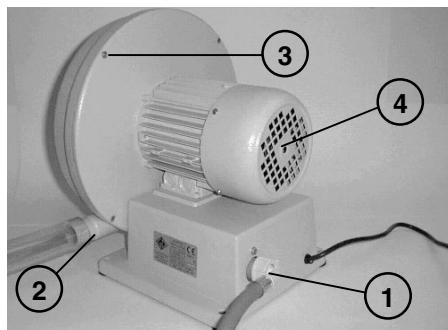
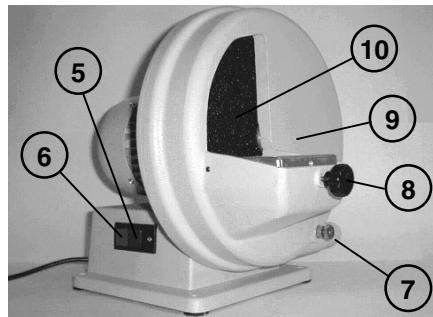

Fig. 1
Fig. 2
- a) el tubo de alimentación del agua en la respectiva boca roscada (1 de Fig. 1) situada en la parte trasera del aparato (sólo modelo TRIM-1);
- b) el tubo de descarga del agua residual en la respectiva embocadura (2 de fig. 1) (sólo modelo TRIM-1), disponiendo el otro extremo en la entrada de una cuba de decantación, o bien,
- c) el sistema de aspiración previsto (se aconseja el uso del aspirador AIR-BOX DE GIORGI) en la respectiva embocadura (2 de fig. 1) (sólo modelo TRIM ECO DISK).
El funcionamiento del aparato se obtiene oprimiendo el pulsador "I" (5 de Fig. 2).
Se recuerda que, después de cada uso, el aparato debe ser dispuesto en OFF, oprimiendo el pulsador "O" (6 de Fig. 2).
El aparato está destinado a uso en talleres de técnicos dentales. El plato (9 de Fig. 2) sirve de apoyo para la pieza a trabajar; puede ser inclinado en tres posiciones ($90^\circ \pm 10^\circ$) utilizando uno de tres agujeros en que apretar el respectivo mando (8 de Fig. 2).
- durante el uso del aparato TRIM ECO DISK es obligatorio utilizar dispositivos de aspiración de los residuos polvorientos, conectándolo a la boca de descarga (2 de Fig. 1). Se aconseja utilizar el aspirador AIR-BOX DE GIORGI.
- a) Pulsador de arranque (5 de Fig. 2)
- b) Pulsador de parada (6 de Fig. 2)
Con el arranque se activa el flujo de agua proveniente de la boca de entrada (1 de Fig. 1), que puede ser regulado mediante el grifo frontal (7 de Fig. 2) (sólo modelo TRIM-1).
- b) desmontar la cubierta de protección del disco desenroscando los cuatro tornillos traseros (3 de Fig. 1) mediante la llave Allen 4 mm suministrada adjunta;
- c) bloquear el eje motor en la parte trasera (4 de Fig. 1) mediante la llave Allen 6 mm suministrada adjunta y desenroscar el perno frontal utilizando una llave de 13;
- d) extraer el disco desgastado (10 de Fig. 2) (el disco abrasivo también puede ser utilizado en la parte trasera), instalar el disco nuevo y apretar el perno frontal manteniendo siempre bloqueado el eje motor; por último, reinstalar la cubierta de protección.